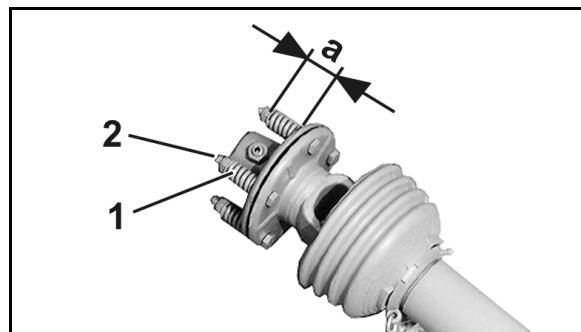

Fig. 77
2. Avlast fjærene (Fig. 77/1) ved å løsne mutterne (Fig. 77/2).